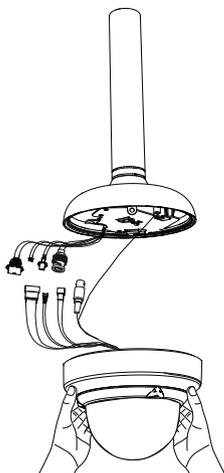

Figura 5.9 Ligar cabos
3. Fixe o fio de ligação à terra da unidade à tampa de montagem (ver *Figura 5.9*).